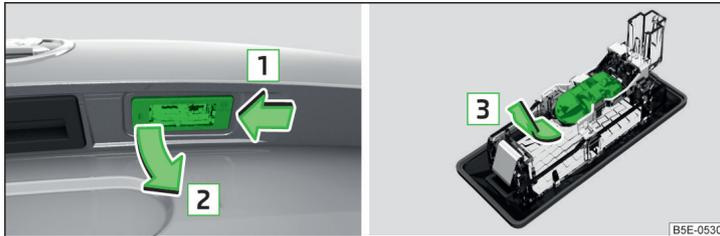

Abb. 249 Kennzeichenleuchte ausbauen / Glühlampe wechseln
- › Die Leuchte in Pfeilrichtung **1** » Abb. 249 eindrücken.